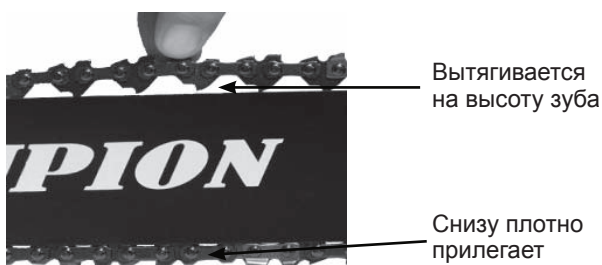

Рис.9
2. Вращайте наружное кольцо до тех пор, пока цепь не будет плотно прилегать к нижней части шины без провиса, на середине шины цепь должна выходить из направляющего паза примерно на высоту зуба (Рис.9). Нажмите на выключатель пилы и проташьте цепь по шине. Цепь должна двигаться свободно.